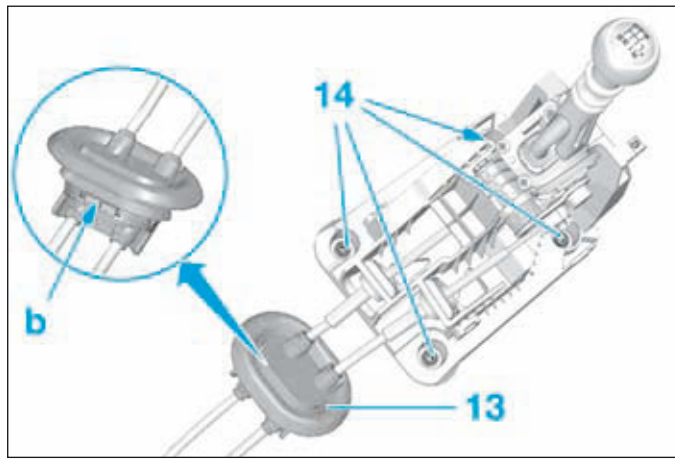

FIG.13
- la ligne d'échappement (12),
- l'écran thermique (11).
- Dégrafer l'entretoise de maintien du joint d'étanchéité en (b) (Fig.13).
- Dégager le joint d'étanchéité (13).
- Déposer les écrous de fixation (14) de la boîte de commande et de sélection de vitesses, puis la retirer.